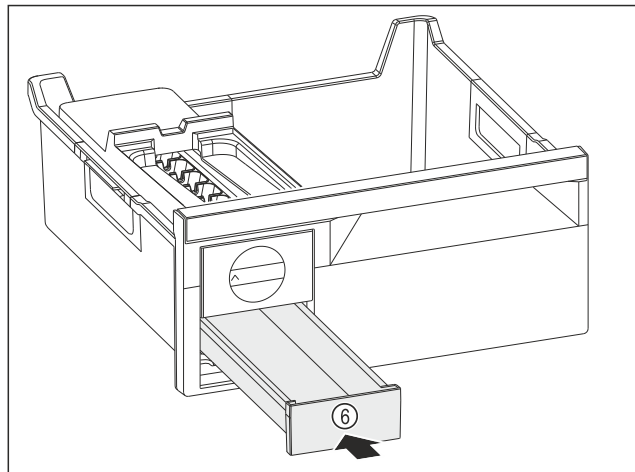

Fig. 149
- ▶ Вдвиньте выдвижной ящик для кубиков льда Fig. 149 (6).